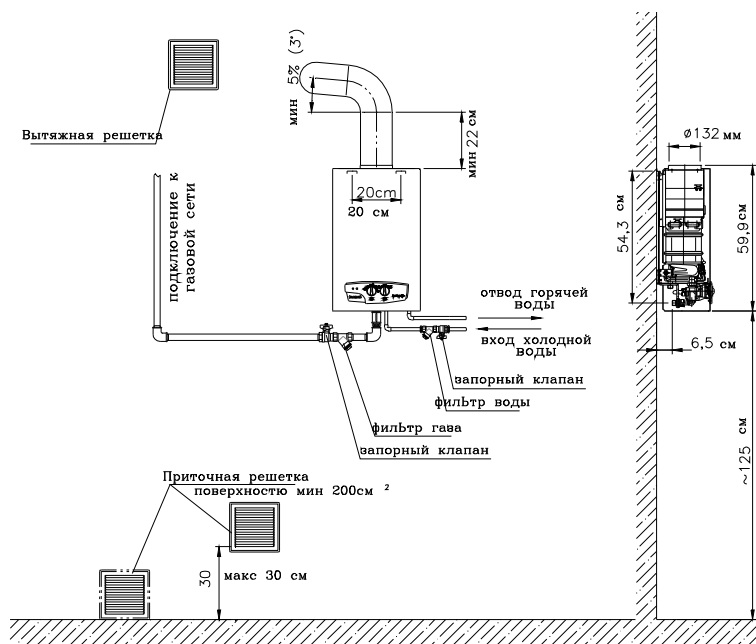

Рис. 3.1.3.1 Схема трубопроводов воды, газа и продуктов сгорания
Труба отводящая продукты сгорания и дымоход должны иметь на всей своей длине такой самый поперечный разрез. Дымоход должен выходить из нагревателя вертикально (мин 220 мм) до первого колена. Вертикальной участок дымохода не может быть длиннее 2-х метров, и должен быть установлен с уклоном минимум 5% (ок. 3°) в сторону нагревателя (рис. 3.1.3.1). Длина дымохода от оси входа трубы отводящей продукты сгорания до выпускаемой кромки под крышей должна быть не менша чем 2 м. Внутренняя поверхность дымопровода и трубы отводящей продукты сгорания должна быть устойчивая к деструктивным воздействиям продуктов сгорания,
- Подключение водонагревателя к дымоходу необходимо согласовать с соответствующими организациями трубчитса и должно соответствовать требованиям указанным на рис. 3.1.3.1 .